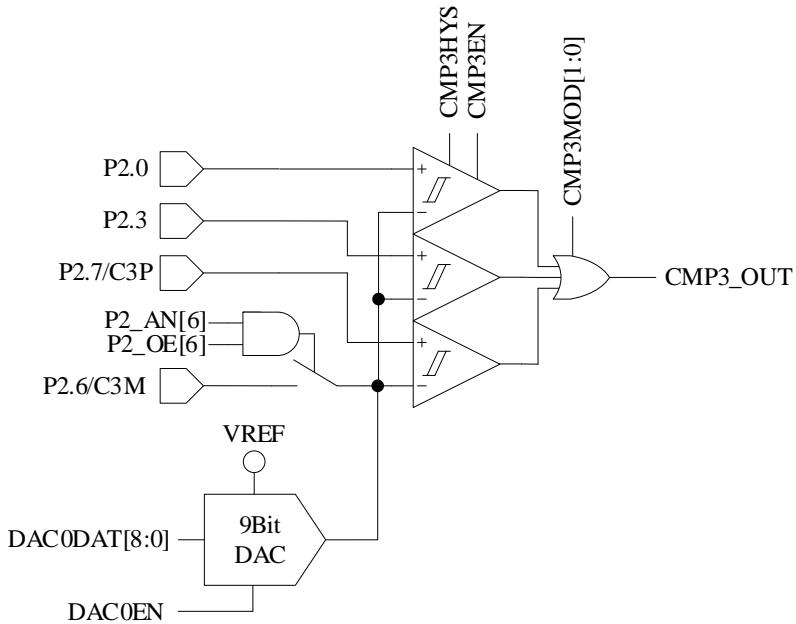

图 29-4 三比较器输入模式
- 配置  $CMP\_CR1[CMP3MOD] = 1X$ ，CMP3 为三比较器输入模式，具体输入输出端口及接法如图 29-4 所示